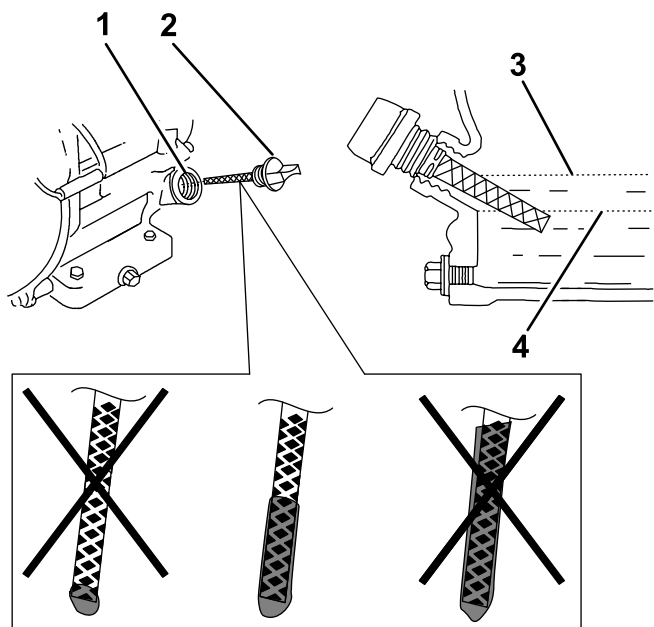

Figure 18
4. Retirez le bouchon de remplissage/jauge d'huile et essuyez soigneusement son extrémité (Figure 18).
5. Insérez complètement la jauge d'huile dans l'orifice de remplissage, mais ne la vissez pas (Figure 18).
6. Ressortez la jauge et examinez l'extrémité. Si le niveau est bas, versez lentement juste assez d'huile dans l'orifice de remplissage pour amener le niveau au repère maximum (Full) sur la jauge (Figure 18).
7. Revissez la jauge en place (Figure 18).